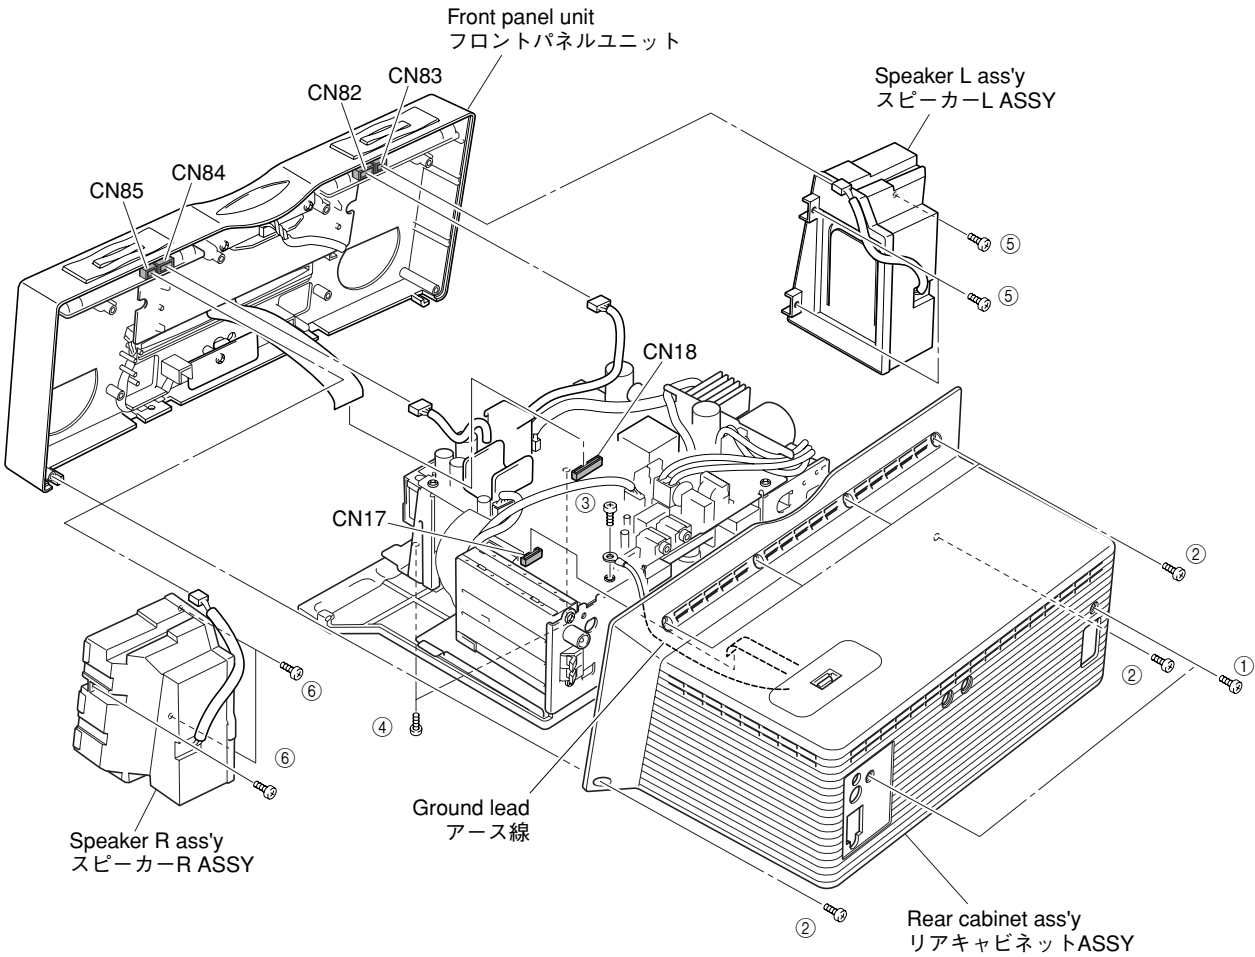

Fig. 1
- SMPS (2) P.C.B.のC971には電源をOFFにした後も電荷が残り、高電圧が維持されており危険です。修理作業前に放電用抵抗 (5 kΩ/10 W) をコンデンサの端子間に接続して放電してください。放電所用時間は約30秒間です。また、修理後も同じ方法で放電してください。
- a. Remove 2 screws (1) and 6 screws (2). (Fig. 1)
- b. Pull out the rear cabinet rearward slowly. (Fig. 1)
- c. Remove CN17. (Fig. 1)
- d. Remove screw (3) and then remove the ground lead. (Fig. 1)
- e. Remove the rear cabinet ass'y. (Fig. 1)
- a. Remove 2 screws (4). (Fig. 1)
- b. Remove CN18, CN82 and CN84. (Fig. 1)
- c. Remove the front panel unit forward. (Fig. 1)
- a. Remove 3 screws (5). (Fig. 1)
- b. Remove CN83. (Fig. 1)
- c. Remove the speaker L ass'y. (Fig. 1)
- d. Remove 3 screws (6). (Fig. 1)
- e. Remove CN85. (Fig. 1)
- f. Remove the speaker R ass'y. (Fig. 1)
- a. ①のネジ2本、②のネジ6本を外します。(Fig. 1)
- b. リアキャビネットを後方に引き出します。(Fig. 1)
- c. CN17を外します。(Fig. 1)
- d. ③のネジ1本を外し、アース線を外します。(Fig. 1)
- e. リアキャビネットASSYを取り外します。(Fig. 1)
- a. ④のネジ2本を外します。(Fig. 1)
- b. CN18、CN82、CN84を外します。(Fig. 1)
- c. フロントパネルユニットを前方へ取り外します。(Fig. 1)
- a. ⑤のネジ3本を外します。(Fig. 1)
- b. CN83を外します。(Fig. 1)
- c. スピーカーL ASSYを取り外します。(Fig. 1)
- d. ⑥のネジ3本を外します。(Fig. 1)
- e. CN85を外します。(Fig. 1)
- f. スピーカーR ASSYを取り外します。(Fig. 1)